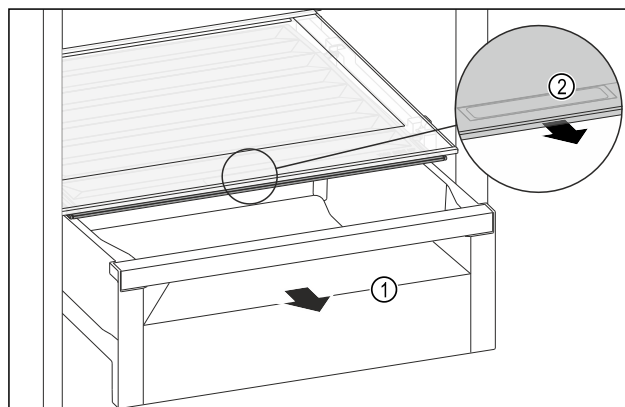

Fig. 111
- Schubfach Fig. 111 (1) herausziehen.
- Griffmulde Fig. 111 (2) am Fachdeckel anfassen und Fachdeckel gleichzeitig nach vorne ziehen.